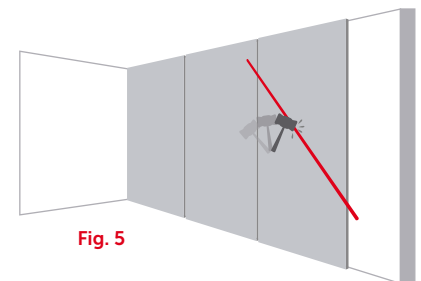

Fig. 5
- 5 Alinee, ajuste o aplome el **Revestimiento Térmico**, apoyando una regla metálica y golpeando con un mazo de goma hasta lograr línea o aplome. Tomar siempre como referencia las auxiliares trazadas inicialmente. **Fig5**